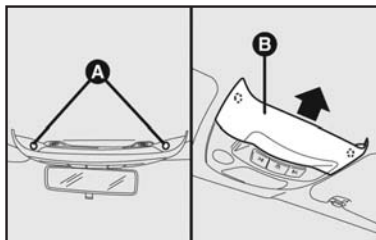

fig. 29
- Apertar nos sistemas de fixação **A** - fig. 29 e soltar a capa **B**.